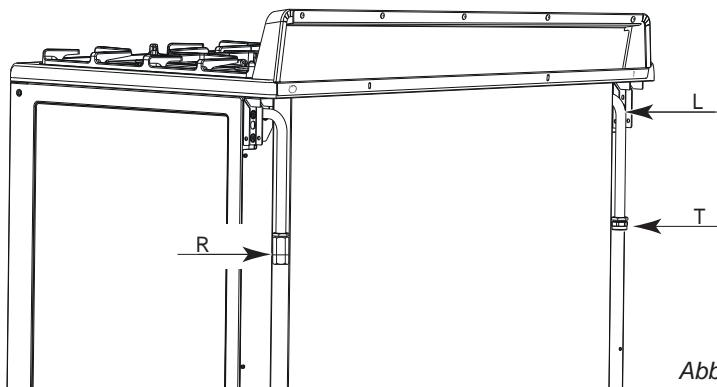

Abb. 10.1
- Die Gaszufuhr wird an der Rückseite des Herds (Abb. 10.1) an das R- oder L-Endstück des Gasrohrs angeschlossen; der Anschlussrohr darf die Rückwand des Geräts nicht überkreuzen.